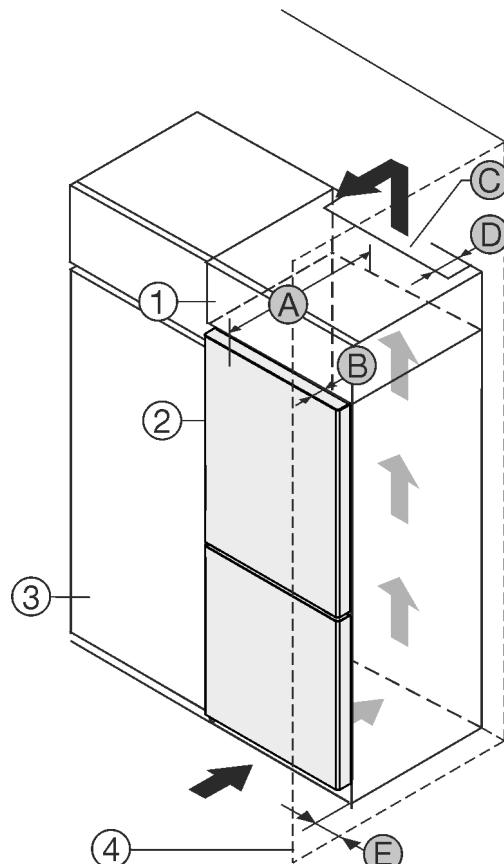

Fig. 1
Uređaj možete postaviti neposredno pored kuhinjskog ormara Fig. 1 (3).\*
Na stražnjoj strani visećeg ormara treba postojati otvor za odzračivanje dubine Fig. 1 (D) po cijeloj širini visećeg ormara.\*
Ispod stropa prostorije treba poštovati ventilacijski presjek Fig. 1 (C).\*
Kada se uređaj postavlja s okovima pored zida Fig. 1 (4), razmak između uređaja i zida mora iznositi najmanje 13 mm.\*
Kada se uređaj postavlja s okovima pored zida Fig. 1 (4), razmak između uređaja i zida mora iznositi najmanje 20 mm.\*
Kako biste vrata mogli potpuno otvoriti, uređaj mora biti za dubinu vrata Fig. 1 (B) ispred u odnosu na prednjicu kuhinjskog ormara. Ovisno o dubini kuhinjskih elemenata Fig. 1 (3) i uporabi zidnih odstojnika, uređaj može i dalje stršati.\*